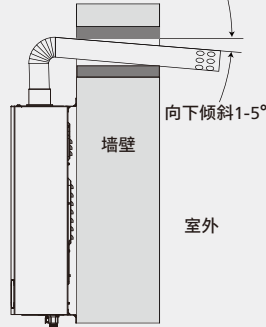

图4-1
- 1、必须使用本热水器所配用的专用烟管及配件，安装方法如图4-1。